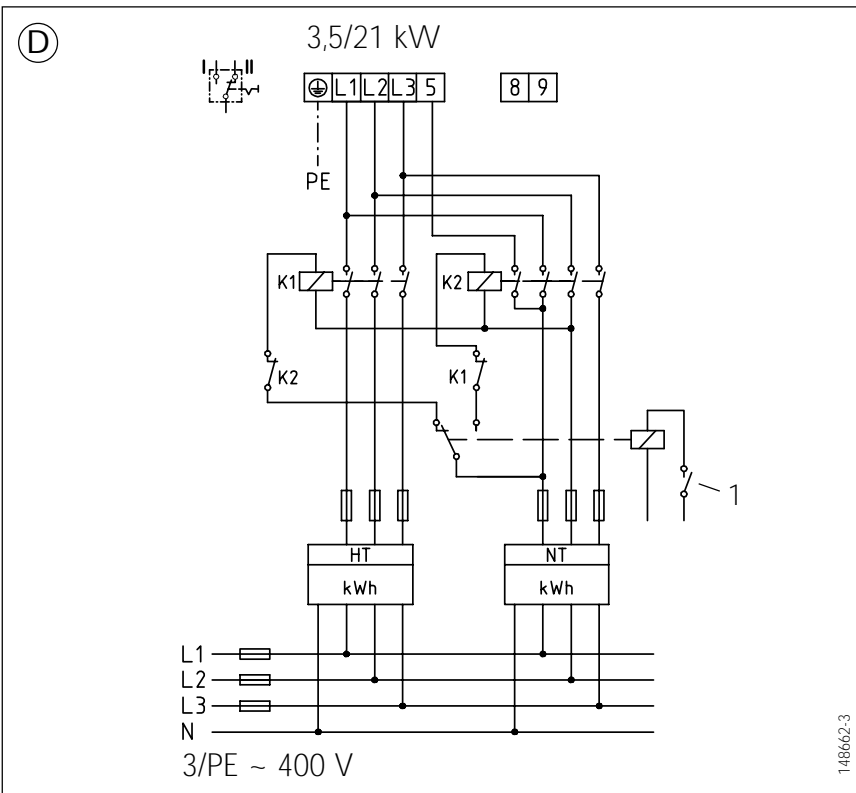

Abb. 14/Fig. 14/Afb. 14
- Ⓓ Zwei-Zähler-Messung, Abb. 14
- Ⓓ **Double meter measurement**, Fig. 14
- Ⓓ **Mesure à deux compteurs**, fig. 14,
- Ⓓ **Tweemeter-meting**, afb. 14